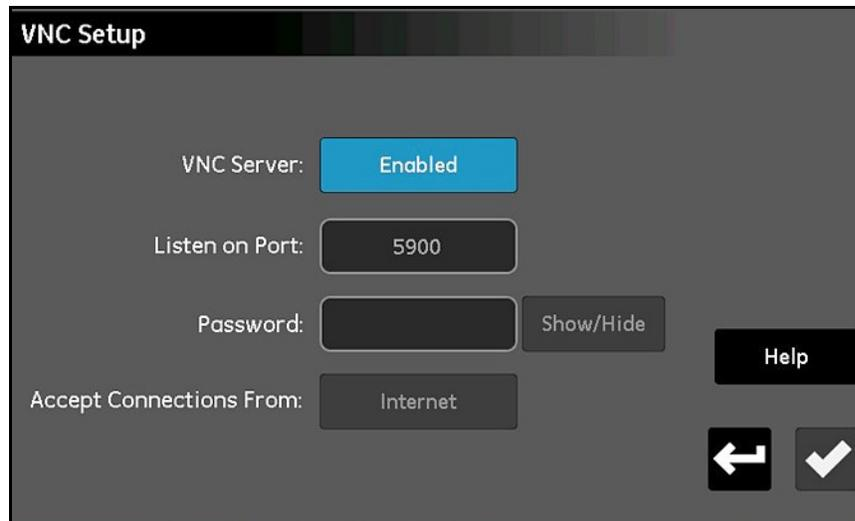

Abbildung 72: Bildschirm „VNC-Konfiguration“
1. Tippen Sie im Bildschirm *Konfigurationsmenü* (siehe *Abbildung 52 auf Seite 57*) auf die Schaltfläche **VNC**, um den Bildschirm *VNC-Konfiguration* zu öffnen, der in etwa wie in *Abbildung 72* unten dargestellt aussieht.